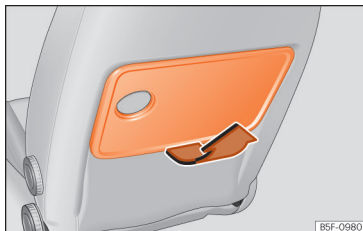

Fig. 164 Sedile anteriore sinistro: tavolinetto ripiegabile.
- Per aprirlo, sollevare il tavolinetto come da freccia »» **fig. 164**.